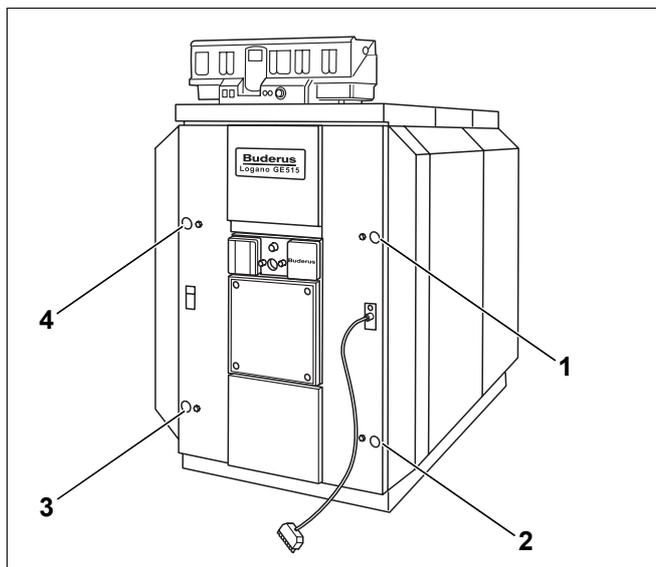

Bild 71 Brennertürbefestigung
- ▶ Die vier Maschinenschrauben lösen, die zur Befestigung der Brennertür am Vorderglied dienen (Bild 71, **Pos. 1 bis 4**).